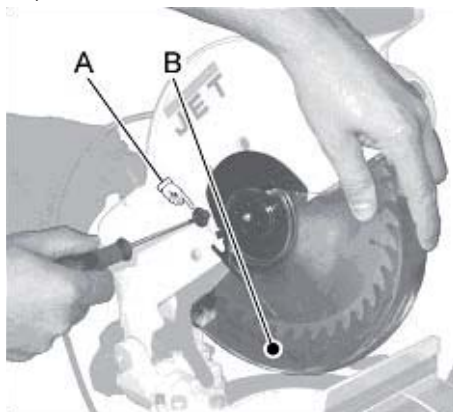
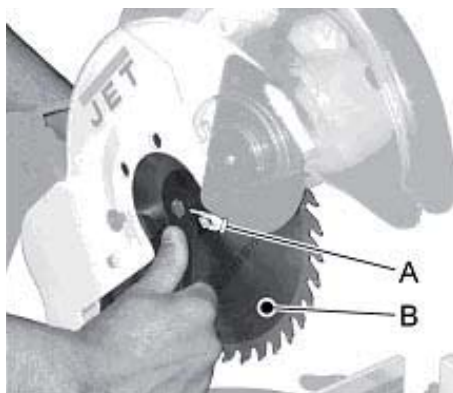

Рис. 4
Рис. 5
- Зніміть захисний кожух диска пилки, для чого звільніть обидва гвинти (А, рис. 4) з боку захисного кожуха і відведіть захисний кожух вгору (Рис. 5).
- Розблокуйте вал пилки за допомогою клявішного блокуючого вимикача валу пилки (А рис.5) та звільніть притисний гвинт розпилювального диску (А рис.4), користуючись гайковим ключем.